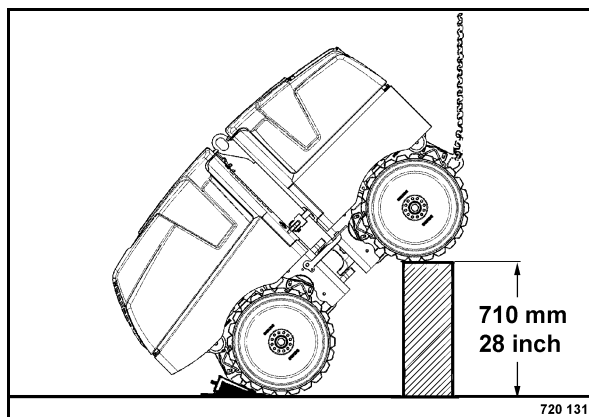

Рис. 104
- Приподнять сзади и надежно подпереть машину (Рис. 104).